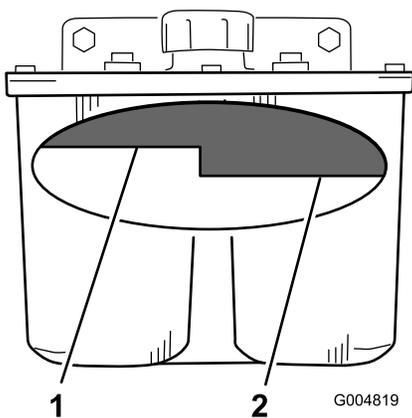

Figura 69
- Pulite intorno al collo del bocchettone del serbatoio idraulico (Figura 69).
- Togliete il tappo dal collo del bocchettone. Guardate all'interno per verificare se il serbatoio contiene del fluido (Figura 69).
Nota: Quando è caldo, il fluido deve raggiungere la parte superiore del livello a caldo sul diaframma (Figura 69).